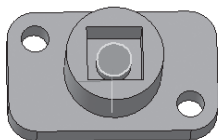

Рис. 245
- щелчком ЛКМ укажите верхнюю грань (зеленая) для последующих построений (рис. 245);